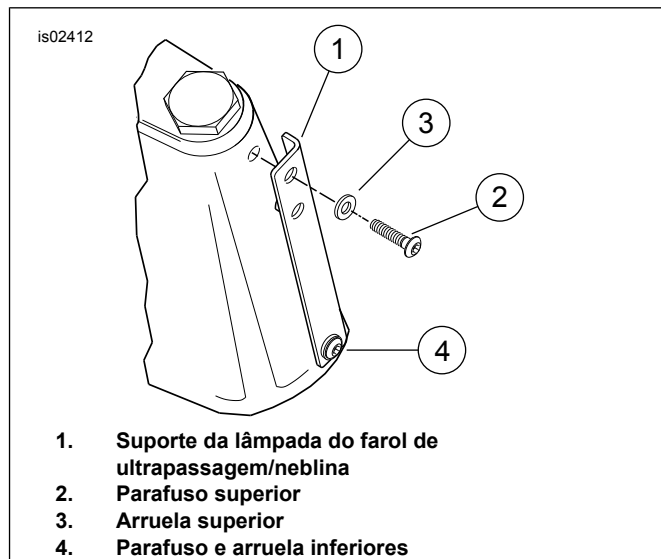

Figura 3. Suporte do farol de ultrapassagem
1. Veja Figura 3. Remova apenas o parafuso **superior** (2) e a arruela (3) que fixa o suporte do farol de ultrapassagem/neblina (1) nos painéis dianteiro e traseiro. Mantenha o parafuso e a arruela inferiores (4) no lugar. O parafuso superior pode ser descartado, mas conserve a arruela.